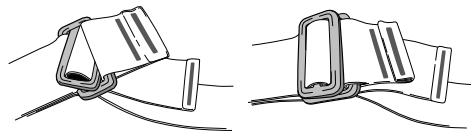

Abb. 1
1. Loses Gurtende mit Durchsteckschnalle von unten durch O-Schnalle führen. (Abb. 1)